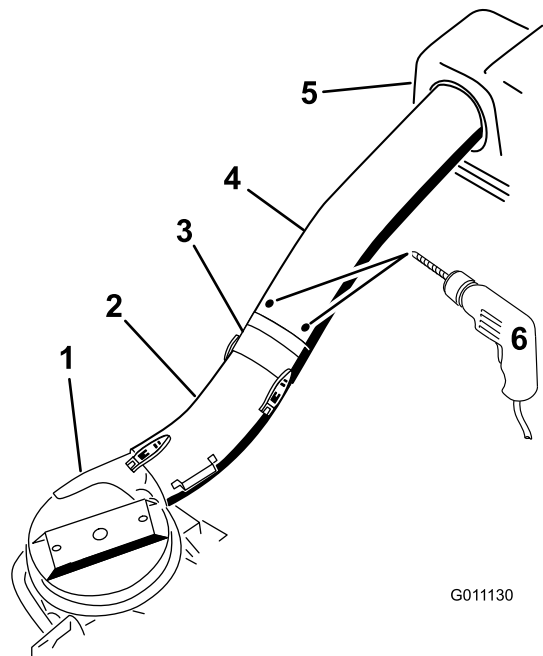

Bild 27
11. Verwenden Sie die 3 Löcher oder Vertiefungen im oberen Rohr als Schablone und bohren Sie 3 Löcher (Durchmesser von 7/32") an der Stelle, an der das obere und mittlere Rohr verbunden sind (Bild 27).